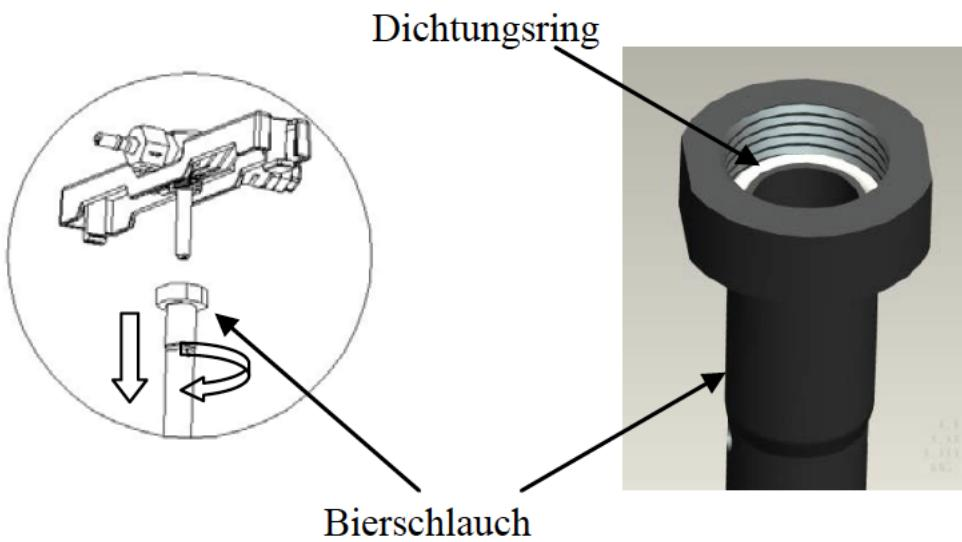

Abbildung 34
C. DEN DICHTUNGSRING VOM BIER SCHLAUCH ERSETZEN (Siehe Abbildung 34)